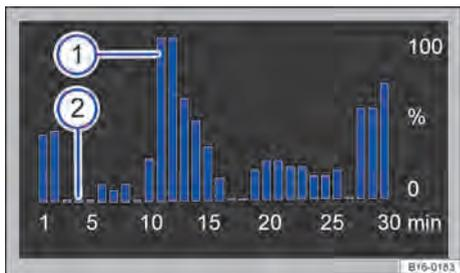

Fig. 16 Display para o sistema Infotainment: Exibição dos valores das emissões.
Uma barra completamente preenchida ou 100% → Fig. 16 ① significa que para um intervalo de 1 minuto foi utilizado o acionamento da propulsão híbrida livre de emissões ou conduzido sem propulsão (roda-livre).